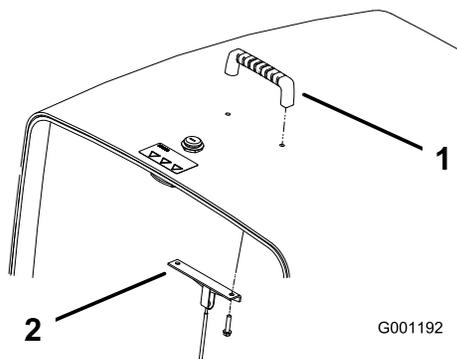

Figura 5
- Montate con due viti la maniglia e la staffa del cavo sul cofano (Figura 5).